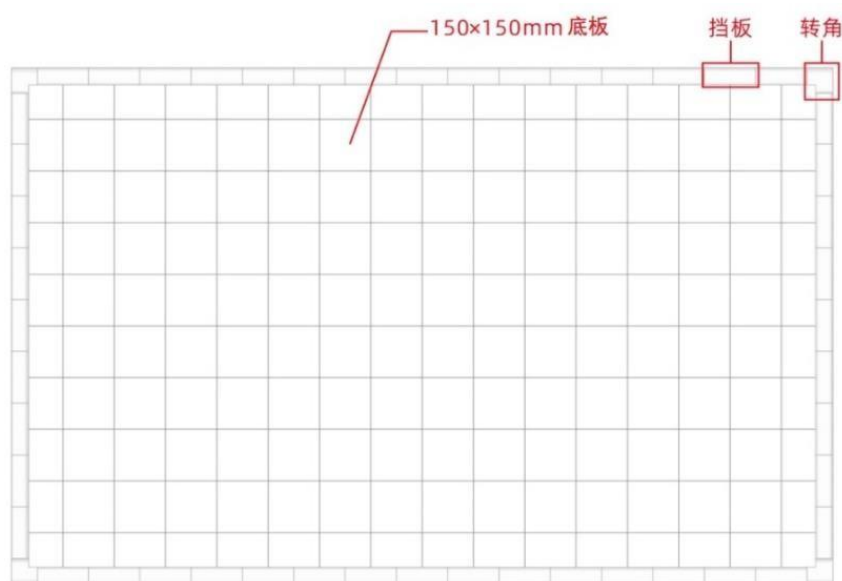

图 3拼接式赛台
2.1.2 为提高参赛选手的应变能力，正式比赛场地会有随机性变化。赛台外边长 2400mm~3000mm、宽 1500mm~2100mm，以赛前公布的尺寸为准。图 3 是一个 2400mm×1500mm 拼接赛台的实例。